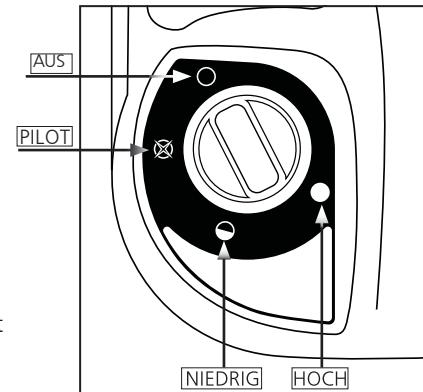
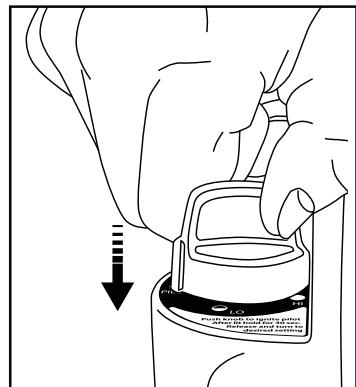

Abbildung 1: Control Knob
Abbildung 3: Zündung
- Vergewissern Sie sich, dass der Bedienungsknopf in der „AUS“-Position ist: siehe Abbildung 1.
- Den Schalter entgegen dem Uhrzeigersinn auf die „PILOT“-Position drehen und zum Anzünden herunterdrücken; siehe Abbildung 1 und Abbildung 3.
- Nachdem die Brennfliese hell orange ist, die Heizleistung mit dem Kontrollschatzer auf die gewünschte Position („NIEDRIG“ oder HOCH” einstellen). Abbildung 1.
Während Gebrauch, in regelmäßigen Abständen eine Sichtprüfung der Pilotflamme und des Brenners vornehmen. Die Pilotflamme muss blau (nicht gelb) sein und bis zum Thermoelement hin reichen. Die Flamme umzingelt das Thermoelement direkt unter der Spitze, siehe Abbildung 3.